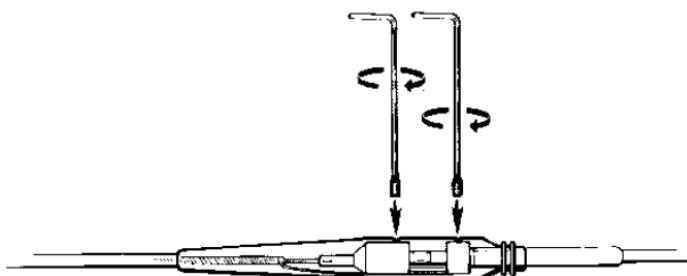

Figure 2. Visser les vis dans les trous taraudés de l'adaptateur.
3. Utiliser les clés hexagonales montées sur les vis et insérer une vis dans chaque trou taraudé de part et d'autre du logement de l'adaptateur (voir Figure 2).